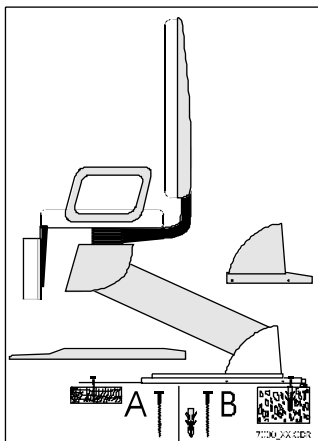

Abbildung 8
- Jetzt können die beiden Abdeckplatten des Bodengestells leicht abgenommen werden (siehe Abb. 8).
- Zur Befestigung des Stuhles auf einem Holzboden benutzen Sie nur die 4 Schrauben 2-G (siehe Abb. 8 -A).